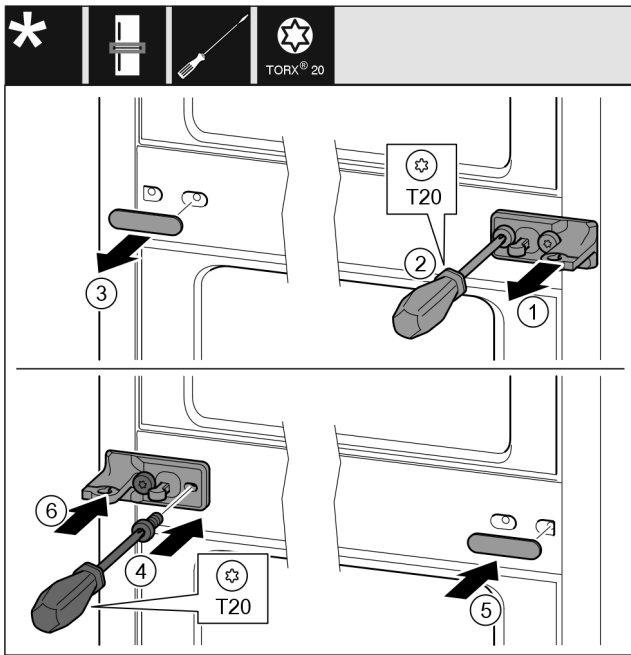

Fig. 33
- Irrota aluslevy vetämällä. Fig. 33 (1)
- Kierrä ruuvit irti T20-ruuvimeisselillä. Fig. 33 (2)
- Vedä suojus varovasti irti. Fig. 33 (3)
- Ruuvaa laakeripukki ja kalvo 180° käännettynä kiinni toiselle puolelle. Fig. 33 (4)
- Kiinnitä suojus 180° käännettynä toiselle puolelle. Fig. 33 (5)
- Työnnä aluslevy paikoilleen edestä käsin. Fig. 33 (6)